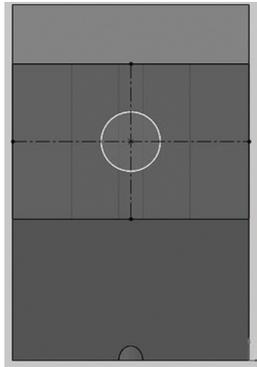

Figura 5.6 – Esboço do suporte do eixo
4.5 Agora posicione o furo com duas linhas de centro como mostra a Figura 5.6.